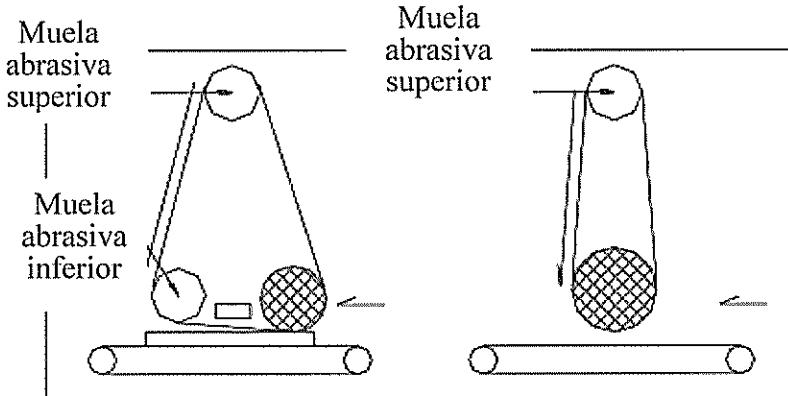

Figura 3-1
- a. En la muela abrasiva superior e inferior en la combinación P o la muela abrasiva superior en la combinación C (Figura 3-1).